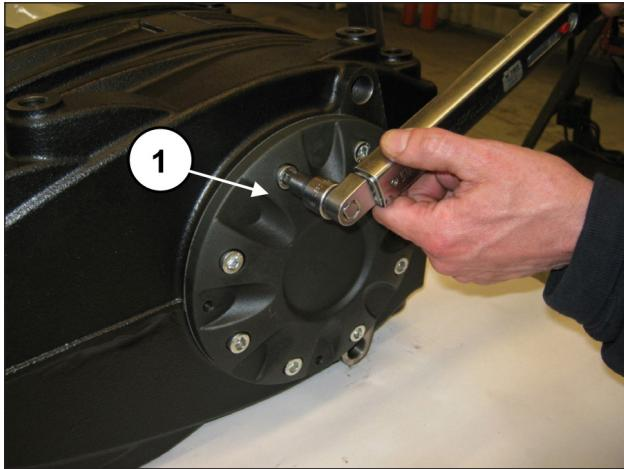

Fig. 62
Serrer les 8 vis M10x30 (rep. ①, Fig. 62).